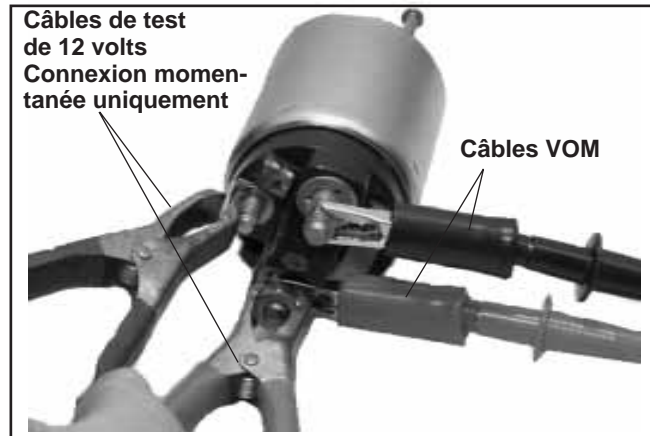

Figure 8-59. Test de continuité de contact de la bobine d'engagement /solénoïde.
Utiliser un ohmmètre réglé sur une plage audible ou Rx2K et brancher les deux câbles de l'ohmmètre aux deux raccords larges. Effectuer le test précédent (1) et contrôler la continuité. Voir la figure 8-59. L'ohmmètre doit indiquer une continuité. Dans le cas contraire, le solénoïde doit être remplacé. Répéter le test plusieurs fois pour confirmer l'état.